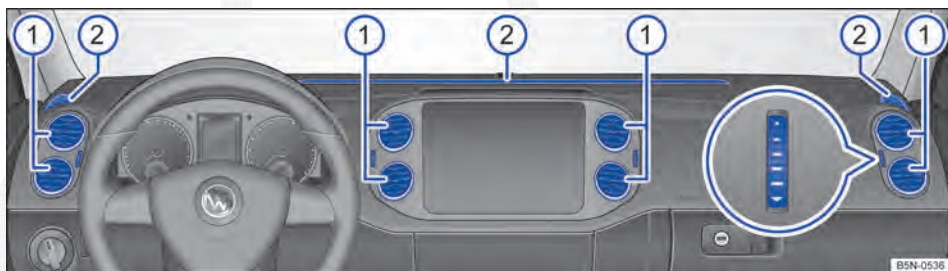

Fig. 180 No painel de instrumentos: difusores de ar.
Para que uma potência de aquecimento, uma refrigeração e uma entrada de ar suficientes sejam atingidas no interior do veículo, os difusores de ar ⇒ Fig. 180 **①** devem permanecer abertos.